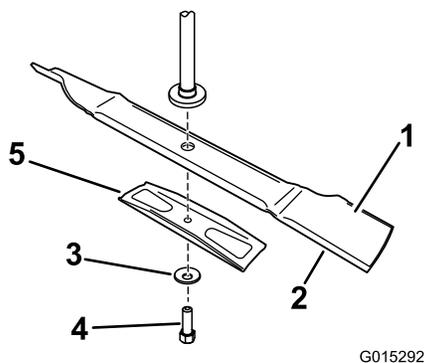

Figura 47
Segure na extremidade da lâmina, utilizando um trapo ou uma luva grossa. Retire a cavilha da lâmina, a anilha curva, esticador de lâmina e lâmina do eixo (Figura 47).
- Instale a lâmina no veio (Figura 47).
- instale um esticador de lâmina, a anilha curva (lado oval virado para a lâmina) e o parafuso da lâmina (Figura 47).